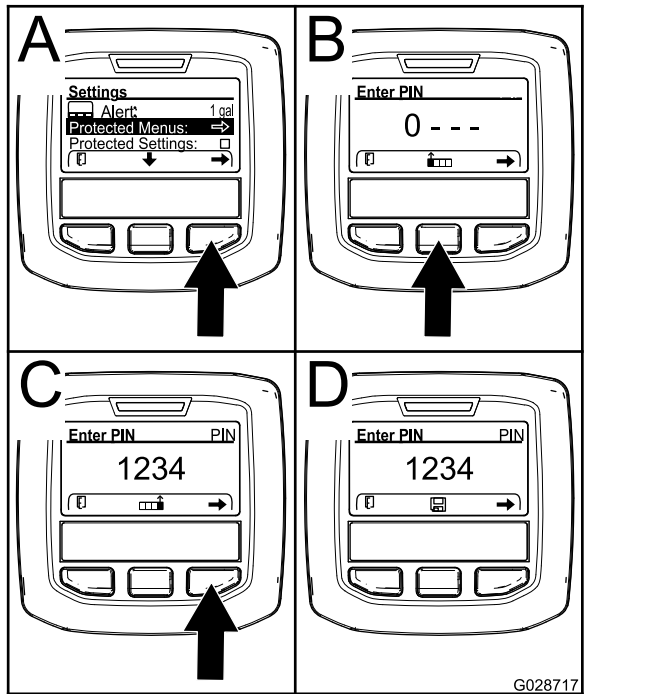

図 62
4. 右ボタンを押して保護メニューProtected Menuを選択する(図 62のA)。
- 数を大きくするには中央ボタン(図 62のB)を押す。
- カーソルを右の桁に移動させるには右ボタン(図 62のC)を押す。
注 中央ボタンの上に「保存」アイコンが表示されます(図 62のD)。